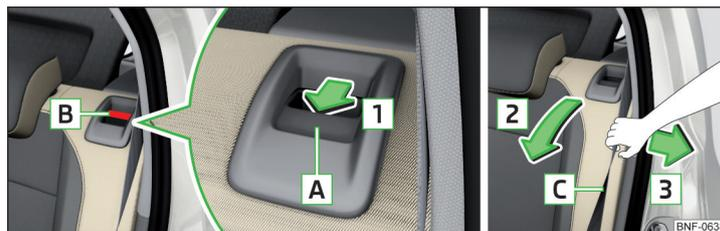

Fig. 54 Plegar hacia adelante el respaldo / tirar la correa hacia el revestimiento lateral
- Presionar el tirador de desbloqueo **A** en el sentido de la flecha **1** e inclinar el respaldo en el sentido de la flecha **2** » fig. 54.
- ▶ Tirar el cinturón de seguridad **C** hacia el revestimiento lateral en el sentido de la flecha **3** » fig. 54.